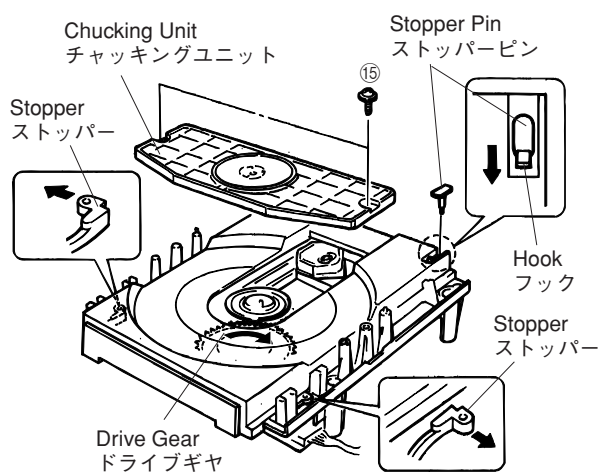

Fig. 6
- Remove 2 screws (⑮) and then remove the Chucking Unit in Fig. 6.
- Remove 1 hook and then remove the Stopper Pin in Fig. 6.
- Rotate the Drive Gear and then open the Tray Unit in Fig. 6.
- Detach the Stoppers on both sides and then pull out the Tray in Fig. 6.
- ⑮のネジ2本を外し、チャッキングユニットを取り外します。(図6)
- ストッパーピンを止めているフックを手前に引き、ストッパーピンを外します。(図6)
- ドライブギヤを回して、トレイを前方に出します。(図6)
- 両サイドのストッパーを外側に押して、トレイを引き出します。(図6)